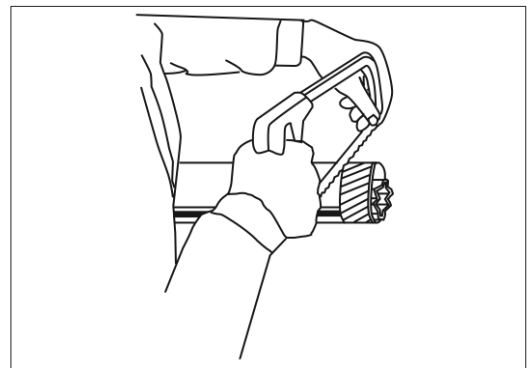
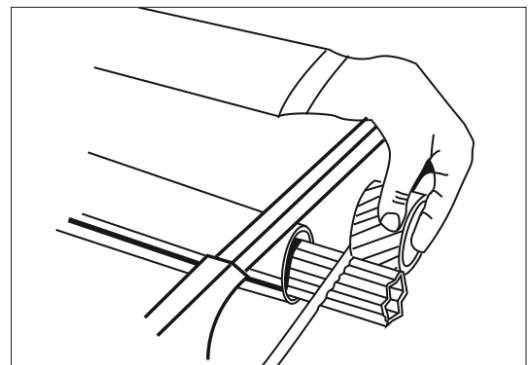
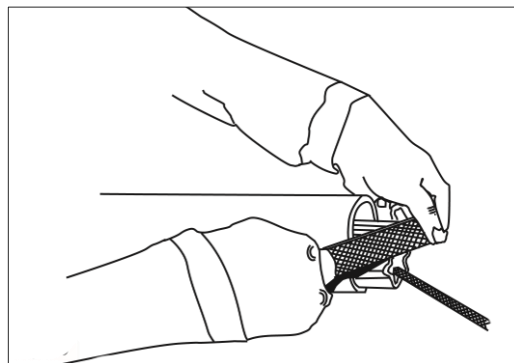
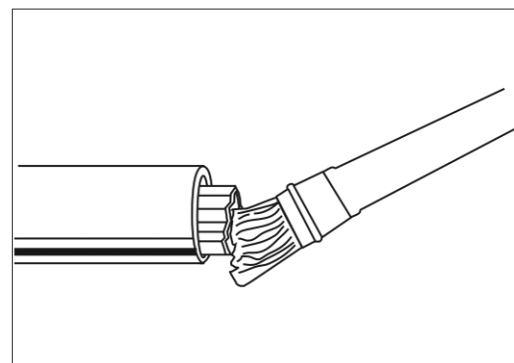

図 17
図 18
図 19
図 20
- シャフトのチューブを同じ分だけ短くして(図 17、図 18)、まくれを取り除き、整えてから(図 19)、外側チューブの内側にグリースを塗ってください。(図 20)